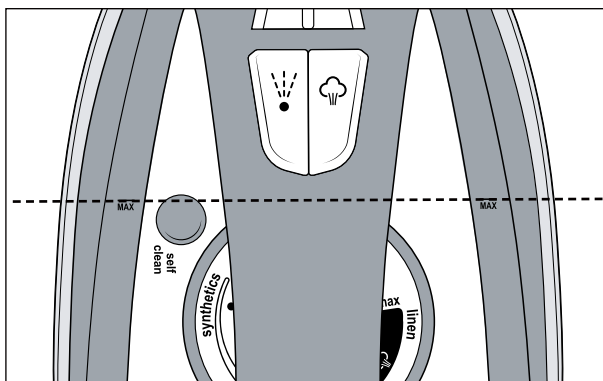

Fig. 1
- 3) Umpleți rezervorul de apă **2** cu paharul gradat **12** cel mult până la marcajul **MAX** al rezervorului de apă (a se vedea fig. 1).